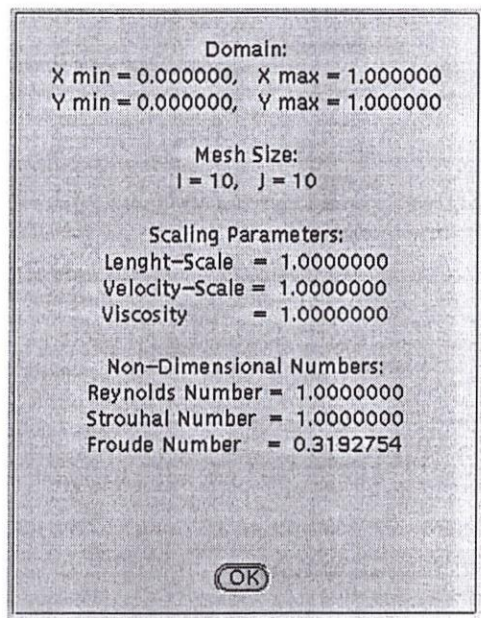

Figura 1.9: Informações sobre o modelo
- *Flow Information*: apresenta alguns dados do modelo criado, como domínio, tamanho da malha, alguns parâmetros (escala de comprimento, de velocidade e a viscosidade) e dados adimensionais (números de Reynolds, Strouhal e Froude), como mostra a figura 1.9.